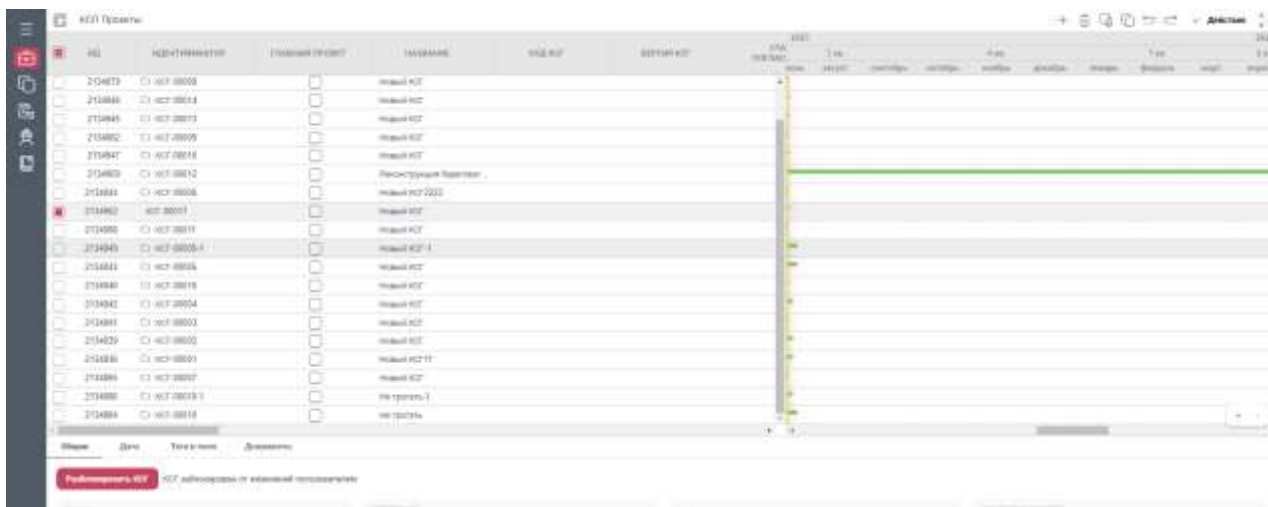

Рисунок 68 – Раздел «Проекты, проект заблокирован от изменений»
2. Проект заблокирован (Рисунок 68):